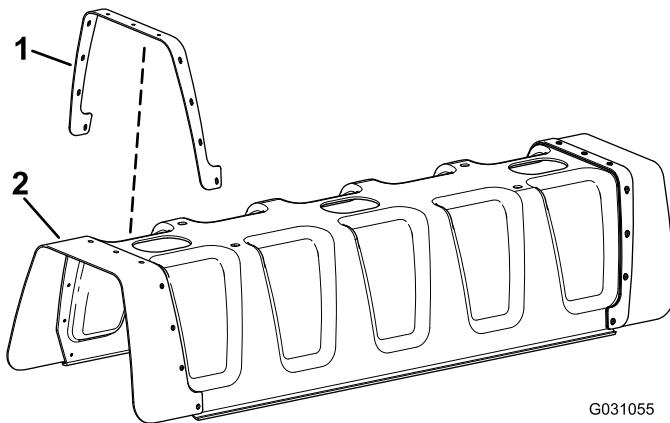

Bild 3
- Fluchten Sie die Löcher an der Verstärkungsplatte mit den Löchern an der Gummiabdeckung aus (Bild 3).